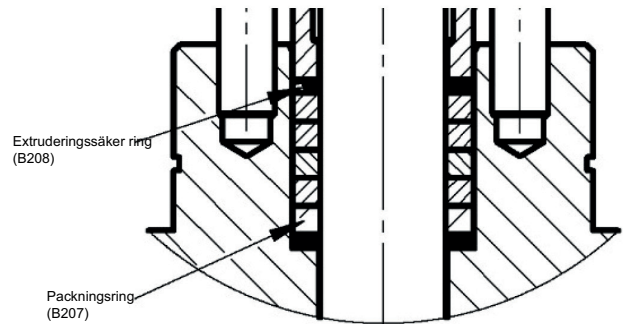

Bild 15 - Placering av packning
- Se bild 15 för korrekt packningsmontering.
- Antalet packningsringar som medföljer varierar beroende på ventilstorleken men minst två extruderingsssäkra ringar kommer alltid att medfölja och måste monteras enligt bild 15.